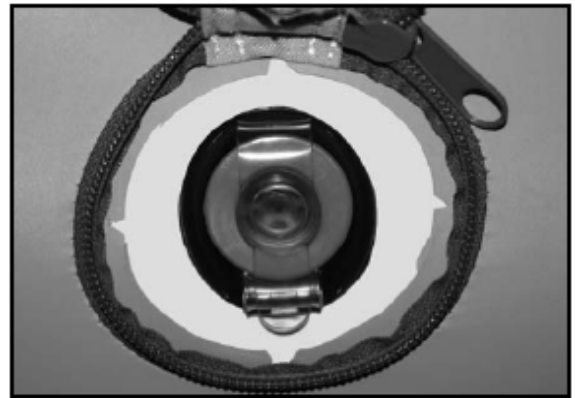

Fig 8
- 6 空気で膨張したアウターカバーが完全に塞いでいることを確認して下さい。全てのバルブのカバーの端が中心にくる様にして下さい。(Fig 8)